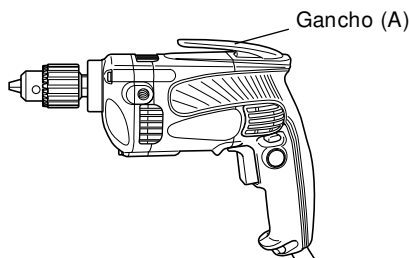

Fig. 13
- 11. Fijación del gancho. (Accesorio opcional) (Fig.13)